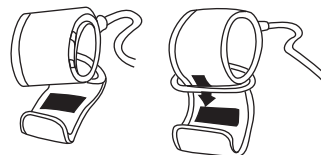

图1
1. 将臂带的尾部穿过铁框, 尼龙粘贴处向外(如图1所示)。